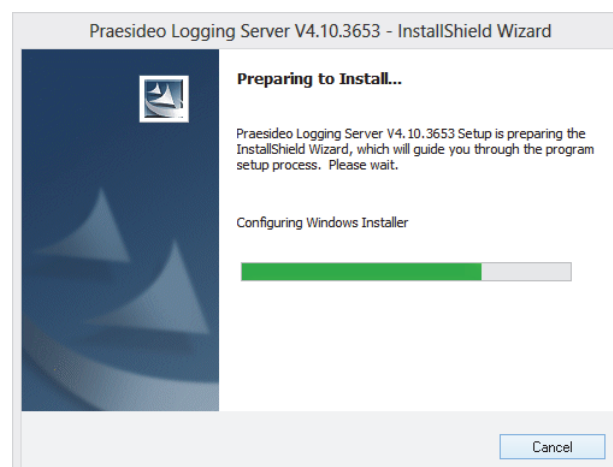

figure 58.1: Configuration du serveur de consignation
- 3 Cliquez sur le bouton *Open* pour lancer le programme de configuration de *Logging Server*. Un écran semblable à celui illustré à la figure 58.1 s'affiche.